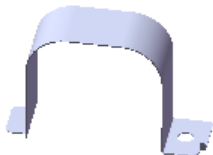
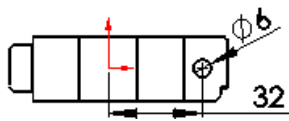

图 7.7.32 切除-拉伸 1
图 7.7.33 横断面草图
Step6. 创建图 7.7.32 所示的钣金特征——切除-拉伸 1。选择下拉菜单 **插入(I)** → **切除(C)** → **拉伸(E)...** 命令；选取上视基准面为草图基准面，绘制图 7.7.33 所示的横断面草图；在 **方向1** 区域中选中 ☒ **与厚度相等(L)** 复选框与 ☒ **正交切除(N)** 复选框；其他参数为默认设置值；单击对话框中的  按钮，完成切除-拉伸 1 的创建。